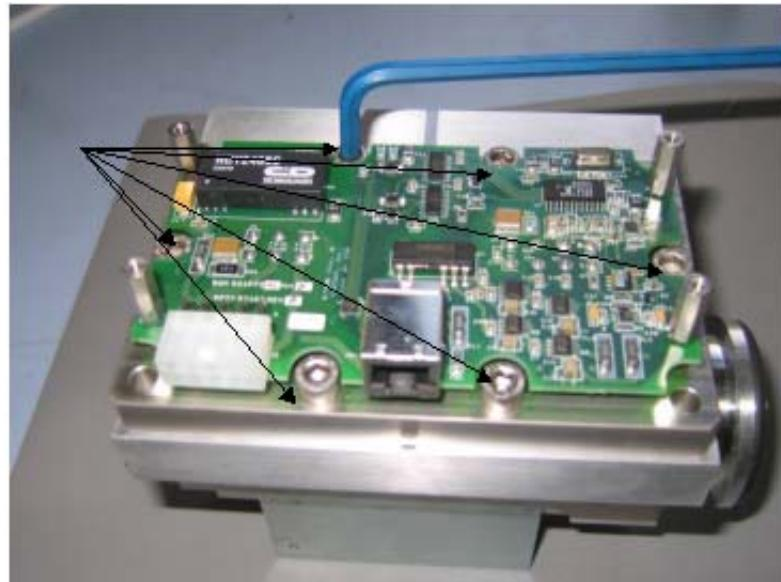

图 B-51 谱仪头部总成螺丝
7. 使用 M5 通用扳手，卸下六颗固定谱仪头部总成的螺丝（图 B-51）。